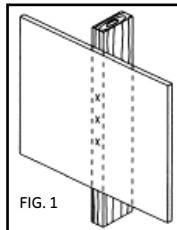

FIG. 1
3. Mientras que otra persona sostiene la placa de pared en su posición, marque tres lugares para asegurar el soporte a la pared (ver fig. 1).